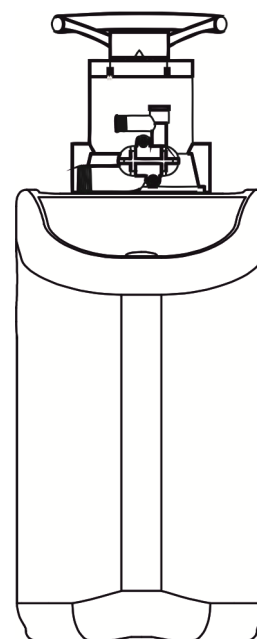

Рисунок 2
6.3 Умягчители/Универсальные фильтры кабинетного исполнения AquaSmart могут комплектоваться ручным клапаном управления (рисунок 2).